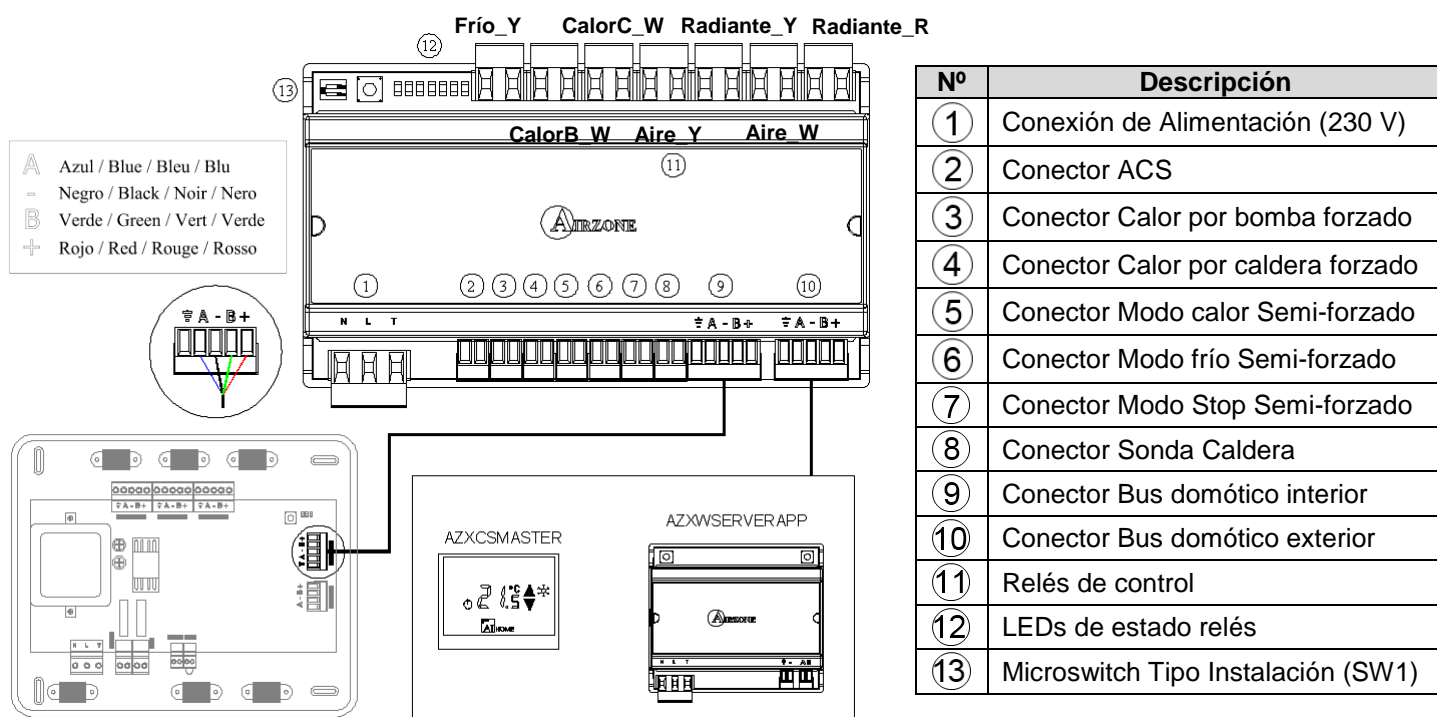

Fig. 70
La conexión con el bus domótico de la central la realizaremos mediante una borna de 5 pines ubicada en la parte inferior derecha del módulo (Fig. 70) ⁽¹⁰⁾. Para ello fije el cable con los tornillos de la borna, respetando el código de colores asociado a la serigrafía (Fig. 71).
La conexión de alimentación eléctrica al módulo la realizaremos mediante una borna de 3 pines ubicada en la parte inferior izquierda del módulo (Fig. 70) ①. Para ello fije el cable con los tornillos de la borna, **respetando la polaridad de las bornas** (Fig. 72).